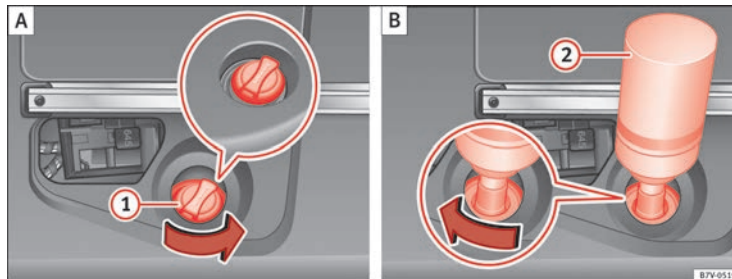

Abb. 167 AdBlue-Tank mit Verschluss des Tankeinfüllstutzens und Nachfüllflasche.
- Verschluss des Tankeinfüllstutzens ⇒ Abb. 167 ① entgegen dem Uhrzeigersinn herausdrehen.